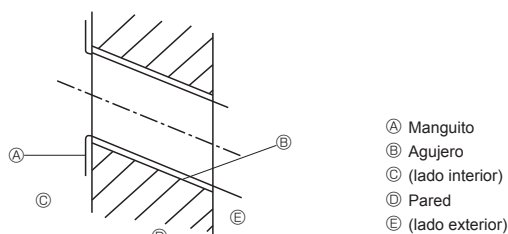

Fig. 3-3
- (B) Unidad interior
- (C) Orificio para tubos en la parte posterior inferior izquierda (ø75-ø80)
- (D) Orificio para tubos en la parte posterior inferior derecha (ø75-ø80)
- (E) Orificio ciego para el orificio posterior izquierdo (75 x 480)
- (F) Orificio troquelado (orificio de 4-ø9)
- (G) Orificio de medición central (orificio de ø2,5)
- (H) Orificio roscador (orificio de 75-ø5,1)
- (I) Centro del orificio
- (J) Alinear la escala con la línea.
- (K) Introducir la escala.
3.2.2. Hacer el agujero para las tuberías (Fig. 3-3)